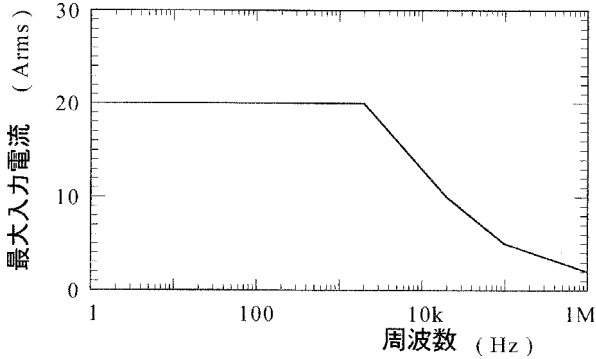

図2．最大入力範囲
- ・最大入力範囲を超える電流を入力しないでください。最大入力範囲は測定電流の周波数によって異なります。（図2参照）
連続最大入力範囲 : 20A (図2参照)